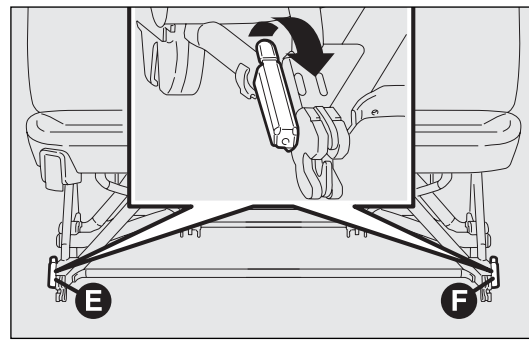

fig. 43
- draai vanuit de verticale stand de hendels E en F-fig. 43 omhoog;